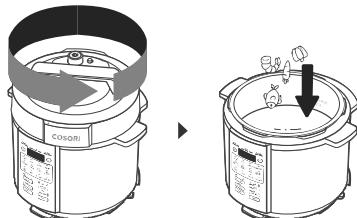

Figura 4.1
1. Gire la tapa en sentido contrario a las agujas del reloj y levántela para retirarla. Añada los ingredientes a la olla interior. **[Figura 4.1]**